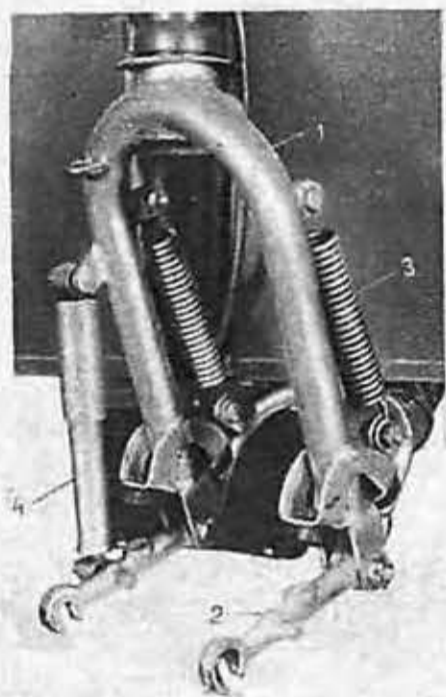

Рис. 2. Передняя вилка.
Передняя вилка (рис. 2) — рычажного типа, состоит из пера вилки (1), рычажной рамки (2), двух пружин (3) и одного гидравлического амортизатора (4). Как видно из рисунка, перо вилки устанавливается в рулевой колонке на двух упорных шариковых подшипниках. Их внутренние обоймы запрессовываются на втулках стержня пера, а внешние — в рулевую колонку рамы.